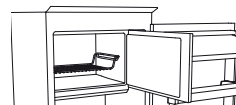
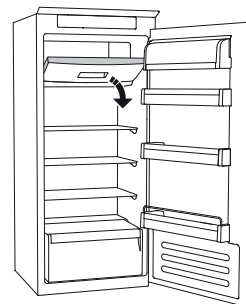

Рис. 1
Рис. 2
- розмістіть продукти на решітці, якщо вона є (рис. 1), або безпосередньо в нижній частині відділення (рис. 2);
- розмістіть продукти в середній частині відділення (❄️) таким чином, щоб вони не торкалися вже заморожених продуктів. Відстань між упаковками має становити приблизно 20 мм (рис. 1 і 2).
СИСТЕМА НАКОПИЧЕННЯ ІНЕЮ (доступна залежно від моделі) спрощує процес розмороження морозильного відділення. Аксесуар для НАКОПИЧЕННЯ ІНЕЮ (рис. 1) розроблено для накопичення інею, який утворюється в морозильному відділенні. Його можна легко витягнути й очистити, отож час, необхідний на розмороження морозильного відділення, значно скоротиться.
- Відкрийте дверцята морозильного відділення та витягніть верхній контейнер (рис. 2).